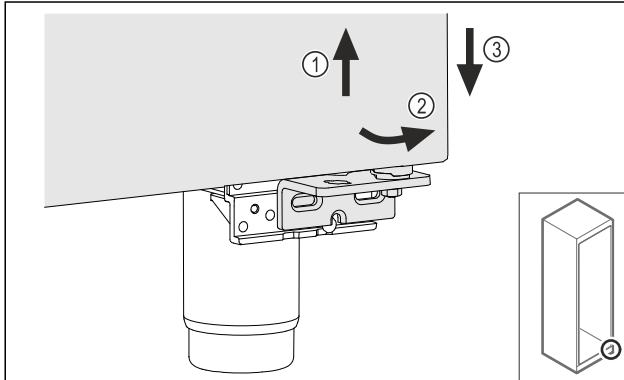

Fig. 20
- Nosta ovea hieman Fig. 20 (1), kallista alhaalta eteenpäin Fig. 20 (2) ja laske alas Fig. 20 (3).